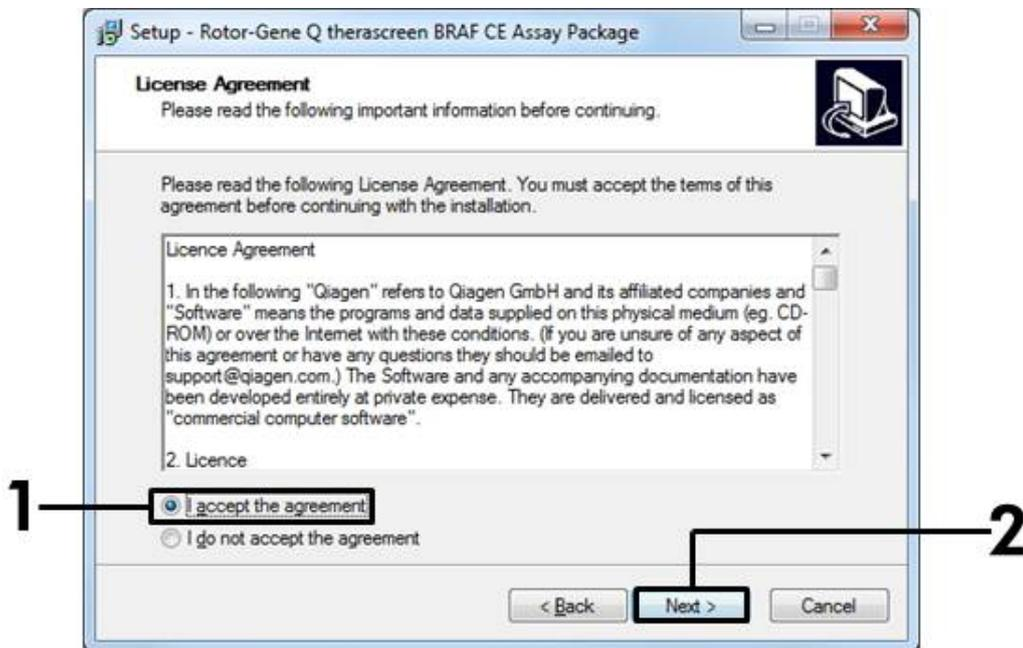

Ilustración 42. Cuadro de diálogo "License Agreement" (Acuerdo de licencia) (1 = Botón para aceptar, 2 = Botón "Next" [Siguiete])
5. Lea el Acuerdo de licencia del cuadro de diálogo "License Agreement" y marque la casilla "I accept the agreement" (Acepto el acuerdo) para aceptar el acuerdo. Haga clic en "Next" (Siguiete) para continuar (ilustración 42).